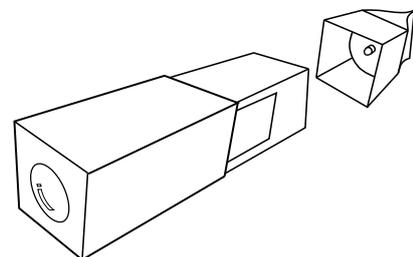

図15 LED光源用筒を入れる
4) 最後にスイッチを入れてLEDを点灯した状態でLED光源用筒をスクリーン用筒に差し込みます（図15）。